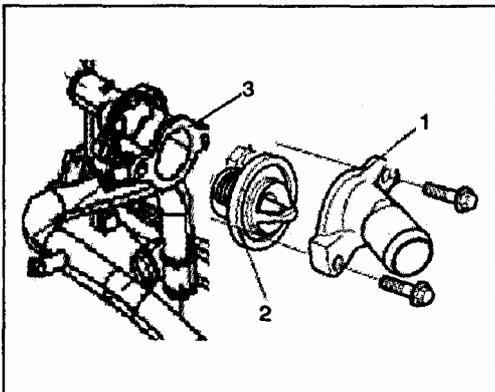

Рис. 281
- 3) Снимите крышку термостата (Рис. 281).